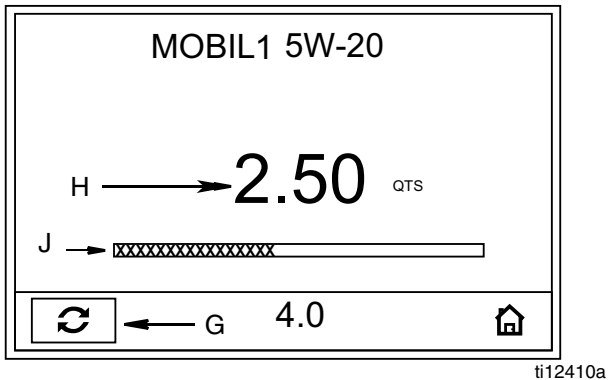

FIG. 25
2. Appuyez sur le bouton ENTREE au milieu pour confirmer la sélection. L'écran Distribution pré réglée (FIG. 25) s'affiche.
Le produit s'écoule. Le décompte de la quantité affichée commence à partir de zéro ou à partir de la quantité déjà distribuée (FIG. 25) et s'affiche dans le champ H. Une représentation visuelle de la progression de la distribution apparaît également sur la barre de progression (J).